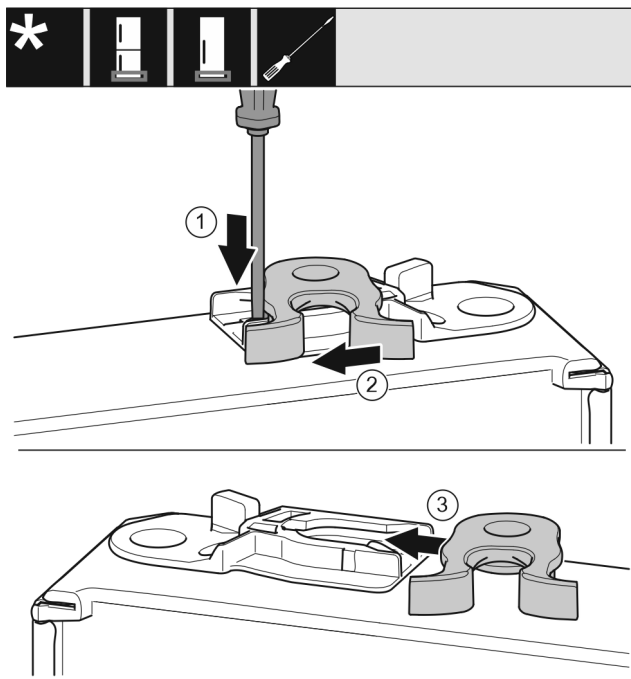

Fig. 23 *
- ▶ Plochým skrutkovačom zatlačte sponu Fig. 23 (1) nadol.*
- ▶ Vytiahnite zatvárací hák Fig. 23 (2) z vedenia.*
- ▶ Zasuňte zatvárací hák Fig. 23 (3) na druhej strane do vedenia.*